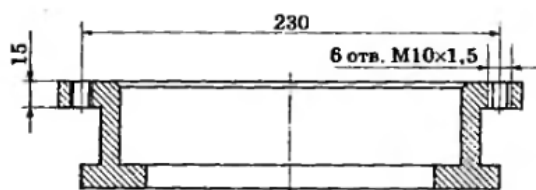

Рис. 3.4
**Исходные данные:** деталь – стакан (рис.3.4); материал – серый чугун СЧ18, НВ 190. Заготовка – отливка. Масса детали 4,4 кг. **Оборудование** – радиально-сверильный станок 2Н125. **Приспособление** – специальное, кондуктор. Обработка без охлаждения. Партия 200 шт.